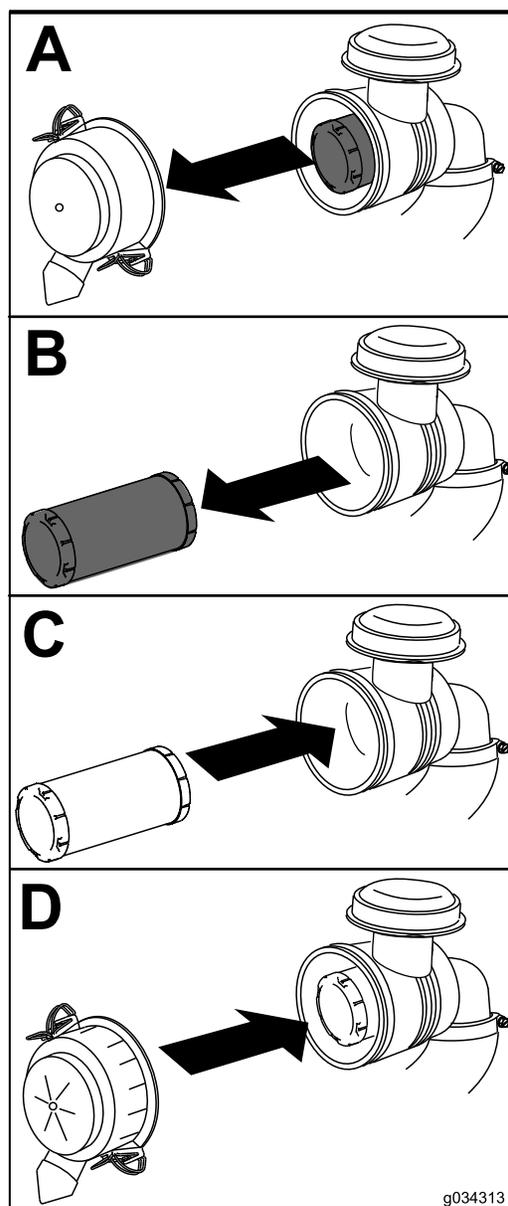

Рисунок 36
1. Осторожно извлеките элемент воздухоочистителя из корпуса воздухоочистителя (Рисунок 36).
4. Установите крышку воздухоочистителя таким образом, чтобы сторона с обозначением UP (Верх), была обращена вверх, и закройте защелки (Рисунок 36).